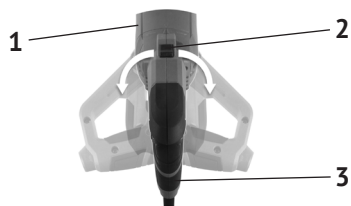

рис. 6
### 2.2.6 Поворот рукоятки управления (см. рис. 6)
- нажав клавишу (рис. 6 поз. 2), для разблокировки фиксации, повернуть рукоятку (рис. 6 поз.3) в нужную сторону на 90°;